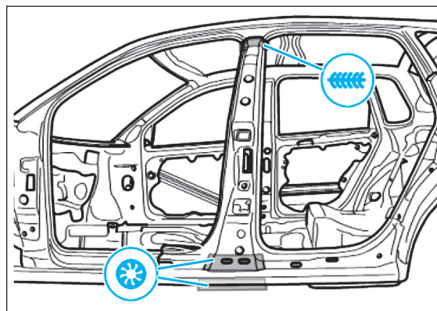
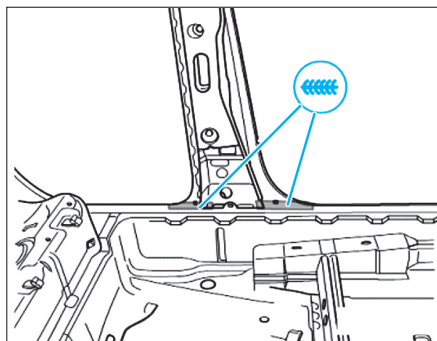

FIG. 57
FIG. 58
- Extraire le montant B, et souder son renfort comme illustré (Fig.57) et (Fig.58).